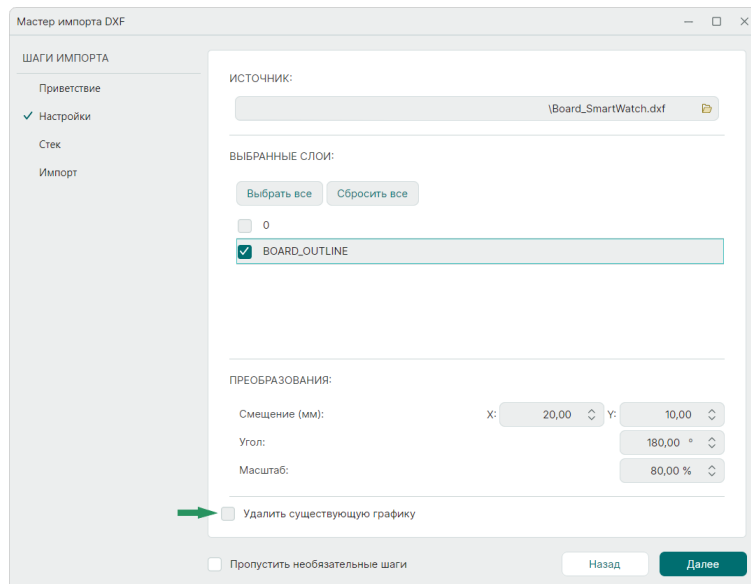

Рис. 67 Выбор слоев для импорта
6. При необходимости внесения изменений в импортируемые объекты установите соответствующие параметры в разделе «Преобразования» и нажмите «Далее», см. Рис. 67.